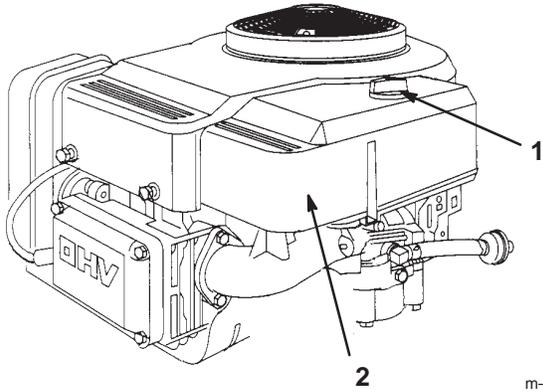

Figure 21
3. Nettoyez la surface autour du filtre à air pour éviter que des impuretés s'introduisent dans le moteur et l'endommagent. Dévissez le bouton et déposez le couvercle du filtre à air (Fig. 21).
3. Reposez le couvercle du filtre à air et le bouton (Fig. 21). Serrez solidement le bouton.